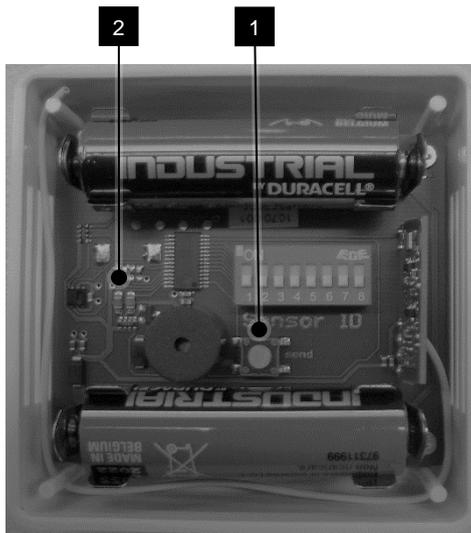

Abb. 9: Funktionsfähigkeit prüfen
3. → Das Funk-Sensor-System auf Funktionsfähigkeit überprüfen. Dazu den Knopf (Abb. 9/1) drücken.
⇒ Wenn die LED (Abb. 9/2) kurz aufleuchtet, ist das Funk-Sensor-System betriebsbereit. Wenn das Funk-Sensor-System im Betrieb einen kurzen Signalton in regelmäßigen Abständen abgibt, Batterien erneuern.